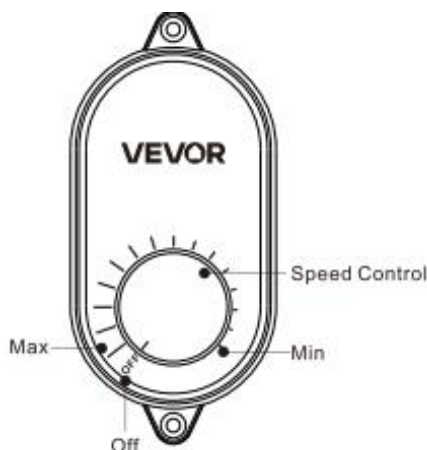

Bild2
3. Se elschemat, anslut fläkten till växelström på 120V/60Hz och använd sedan enfaskomkopplaren som fläktkontrollbrytare för att styra fläktens start och stopp. (Bild 2)